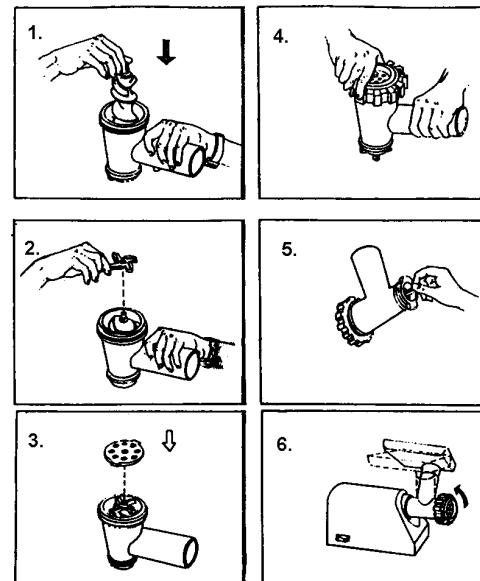

ABB. 4
Wurstbereitung (siehe ABB.4)
- Setzen Sie einen Wurstkopf laut Abb. 4 – ohne Messer und Gitter auf. Der lange ist für dünne, der dicke Aufsatz für dicke Würste.